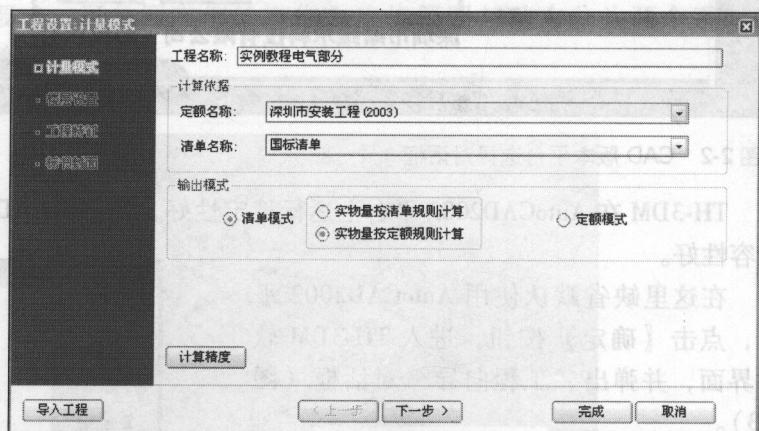

图 2-6 工程设置: 计量
在“文件名 (N)”栏目内输入“实例教程电气部分”的工程名称，点击【打开】按钮，设置的内容被保存，同时弹出【工程设置：计量模式】对话框页面（图 2-6）。